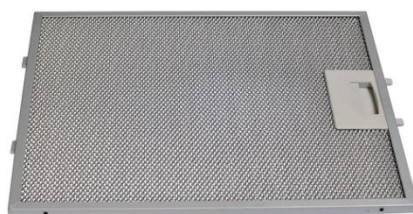

Рис. 2
1. Снимите алюминиевый жировулавливающий фильтр (рис. 2).
6. Установите жироулавливающий фильтр (рис. 2).